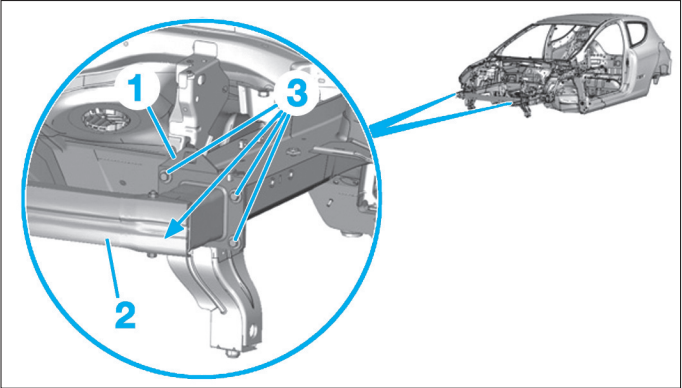

FIG. 3
• Positionner la platine de longeron (1) avec l'absorbeur de chocs (2) avec les vis (3) (Fig.3).